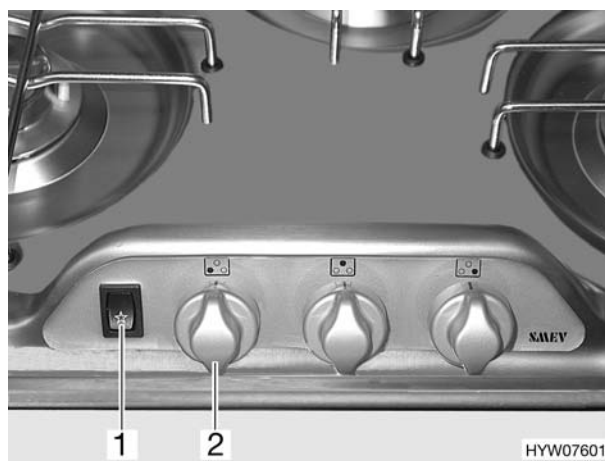

Fig. 68 Elementi di comando del fornello a gas
- Premere la manopola di regolazione (Fig. 68,2), ruotarla in posizione "Max." e tenerla premuta finché il gas non arriva al bruciatore.
- Premere l'interruttore a bilico (Fig. 68,1). Sul bruciatore vengono prodotte scintille.